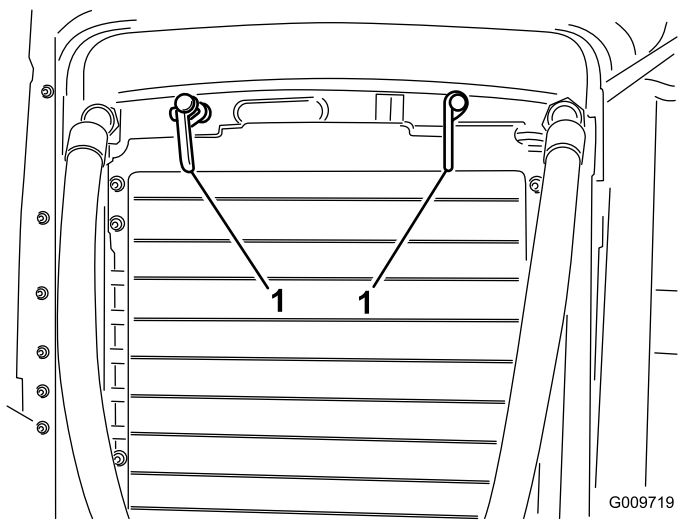

Figura 51
2. Girate i fermi (Figura 51) che fissano il radiatore dell'olio al telaio.